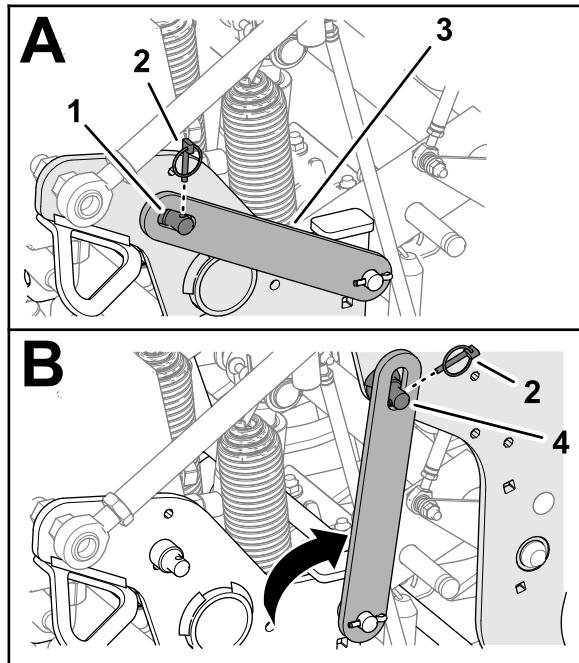

Рисунок 111
4. Снимите шплинт с кольцом, который крепит предохранительный фиксатор к боковой пластине (Рисунок 111).